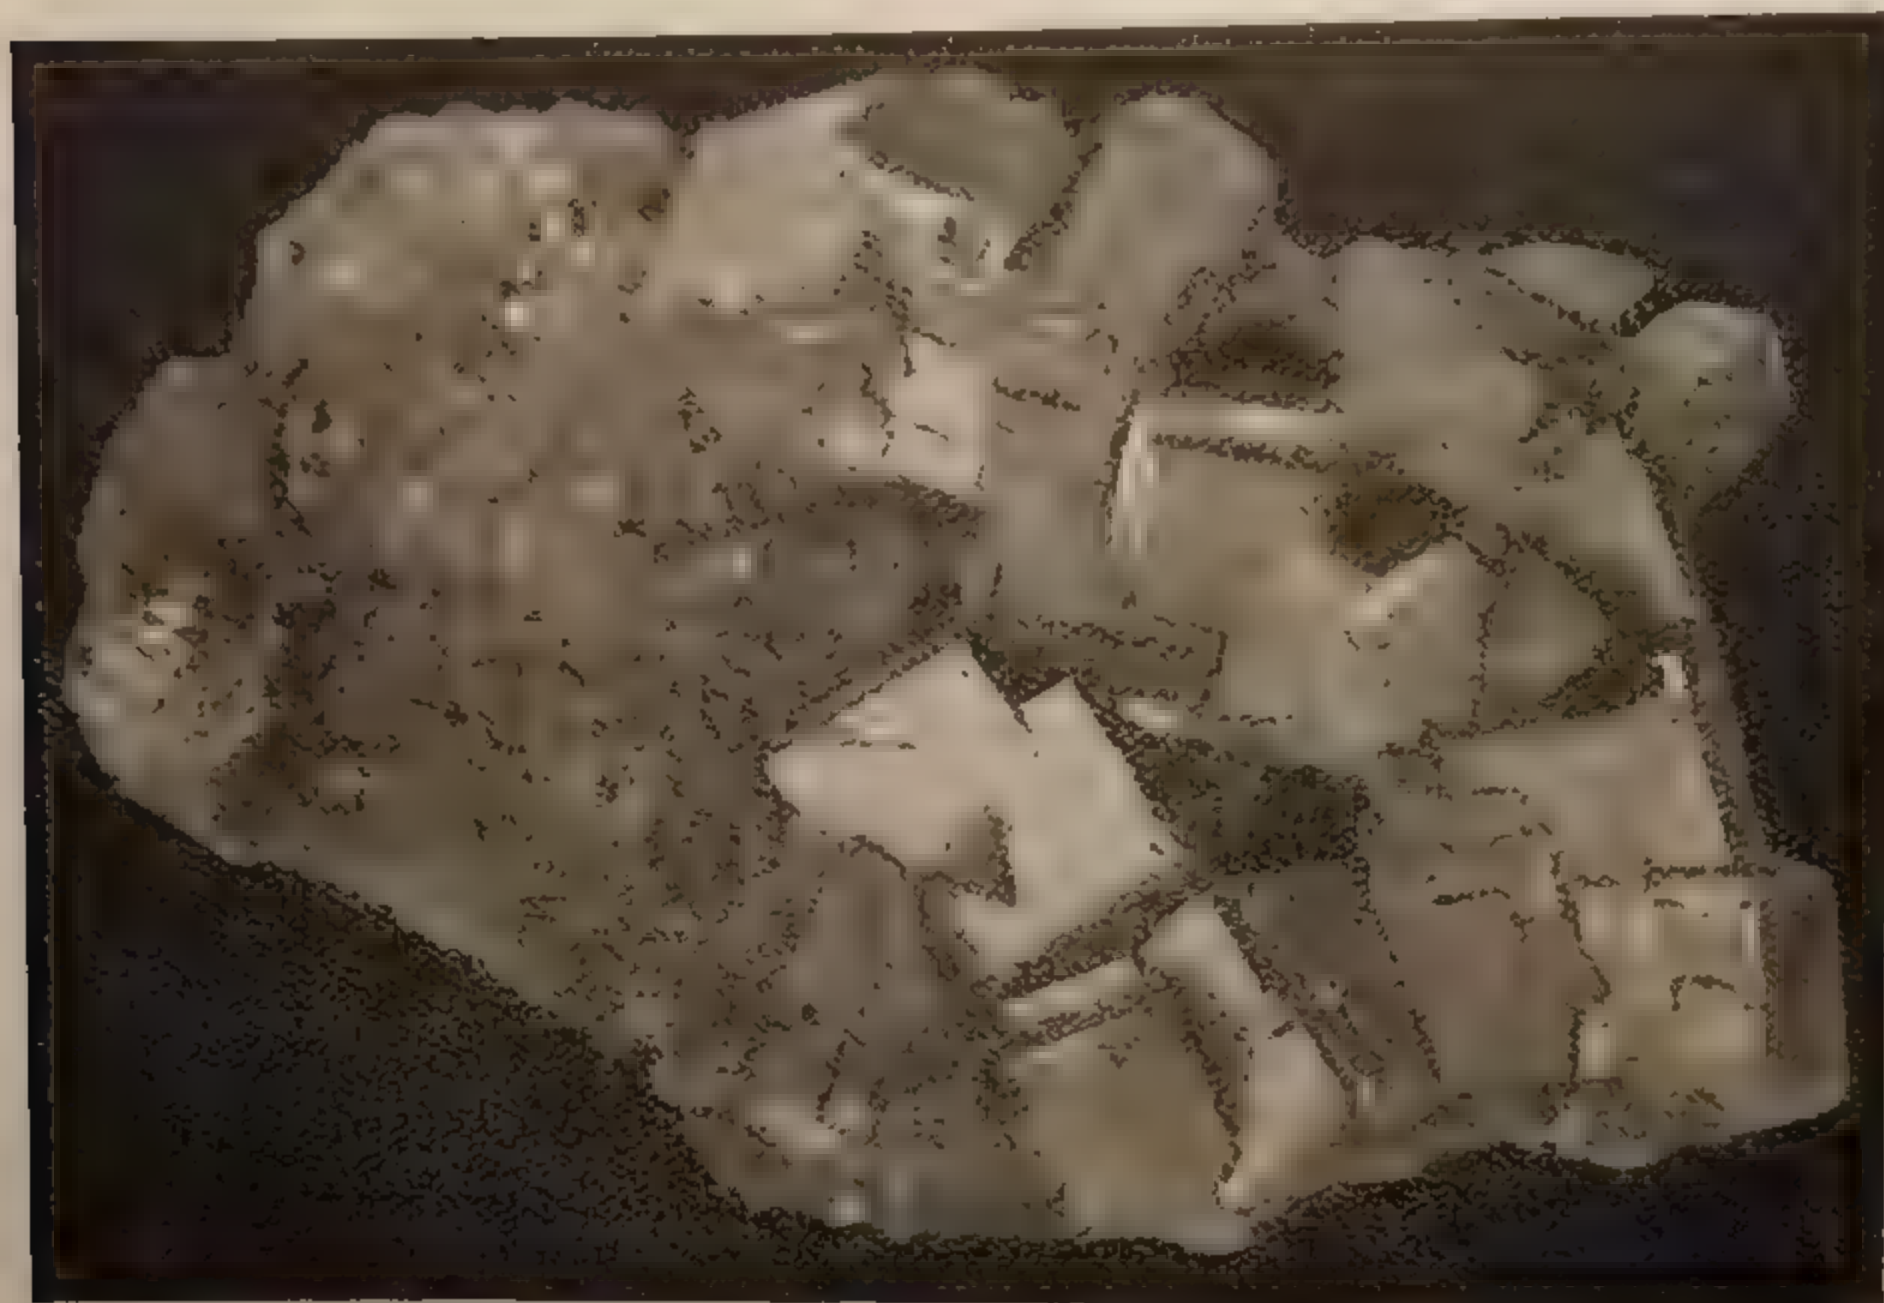

FIG. 150. - Galena in cristalli cubici.
**Galena (1).** — *Solfuro di piombo*  $PbS$ . Sist. *monometrico* (fig. 150).